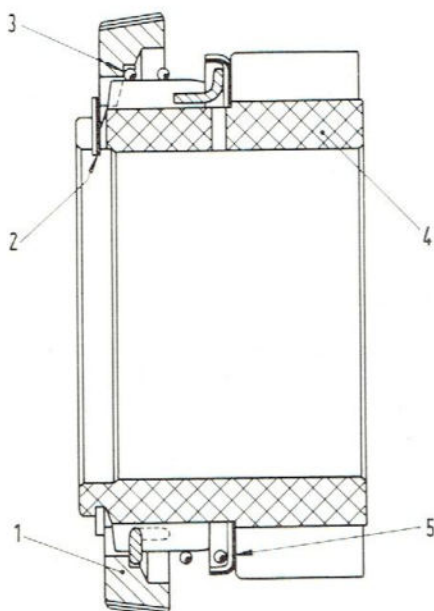

Abb. 71 - Schnittbild des Zahnrads für 3. Gang mit Synchronisiervorrichtung.
Beim Einbau der Synchronisiervorrichtung ist vor dem Einsetzen des Sicherungsrings (2, Abb. 71) zu prüfen, dass die umgebogenen Enden der Feder (3) in die Öffnungen des Zahnkranzes am Zahnrad ohne Verspannung einrasten, d. h. ohne dass sich der normale Federdurchmesser verändert.